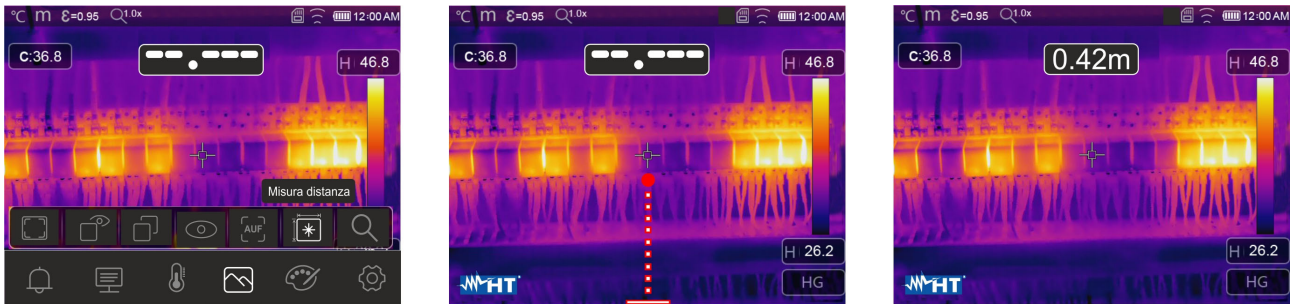

Fig. 38: Funzione misura distanza con puntatore laser
4. Toccare l'icona “” per attivare la misura di distanza dello strumento dall'oggetto inquadrato. La sequenza delle videate a display è mostrata in Fig. 38
5. Il puntatore laser (vedere Fig. 2 – parte 3) si attiva e lampeggia a intermittenza. La misura di distanza è sempre attiva sullo strumento e il risultato è mostrato nella parte alta centrale del display (vedere Fig. 38 – parte destra). Muovere lo strumento nelle posizioni in cui si desidera eseguire la misura
6. Premere il tasto Trigger (T) per fissare l'immagine e salvarla nella memoria dello strumento (vedere § 4.2.5)